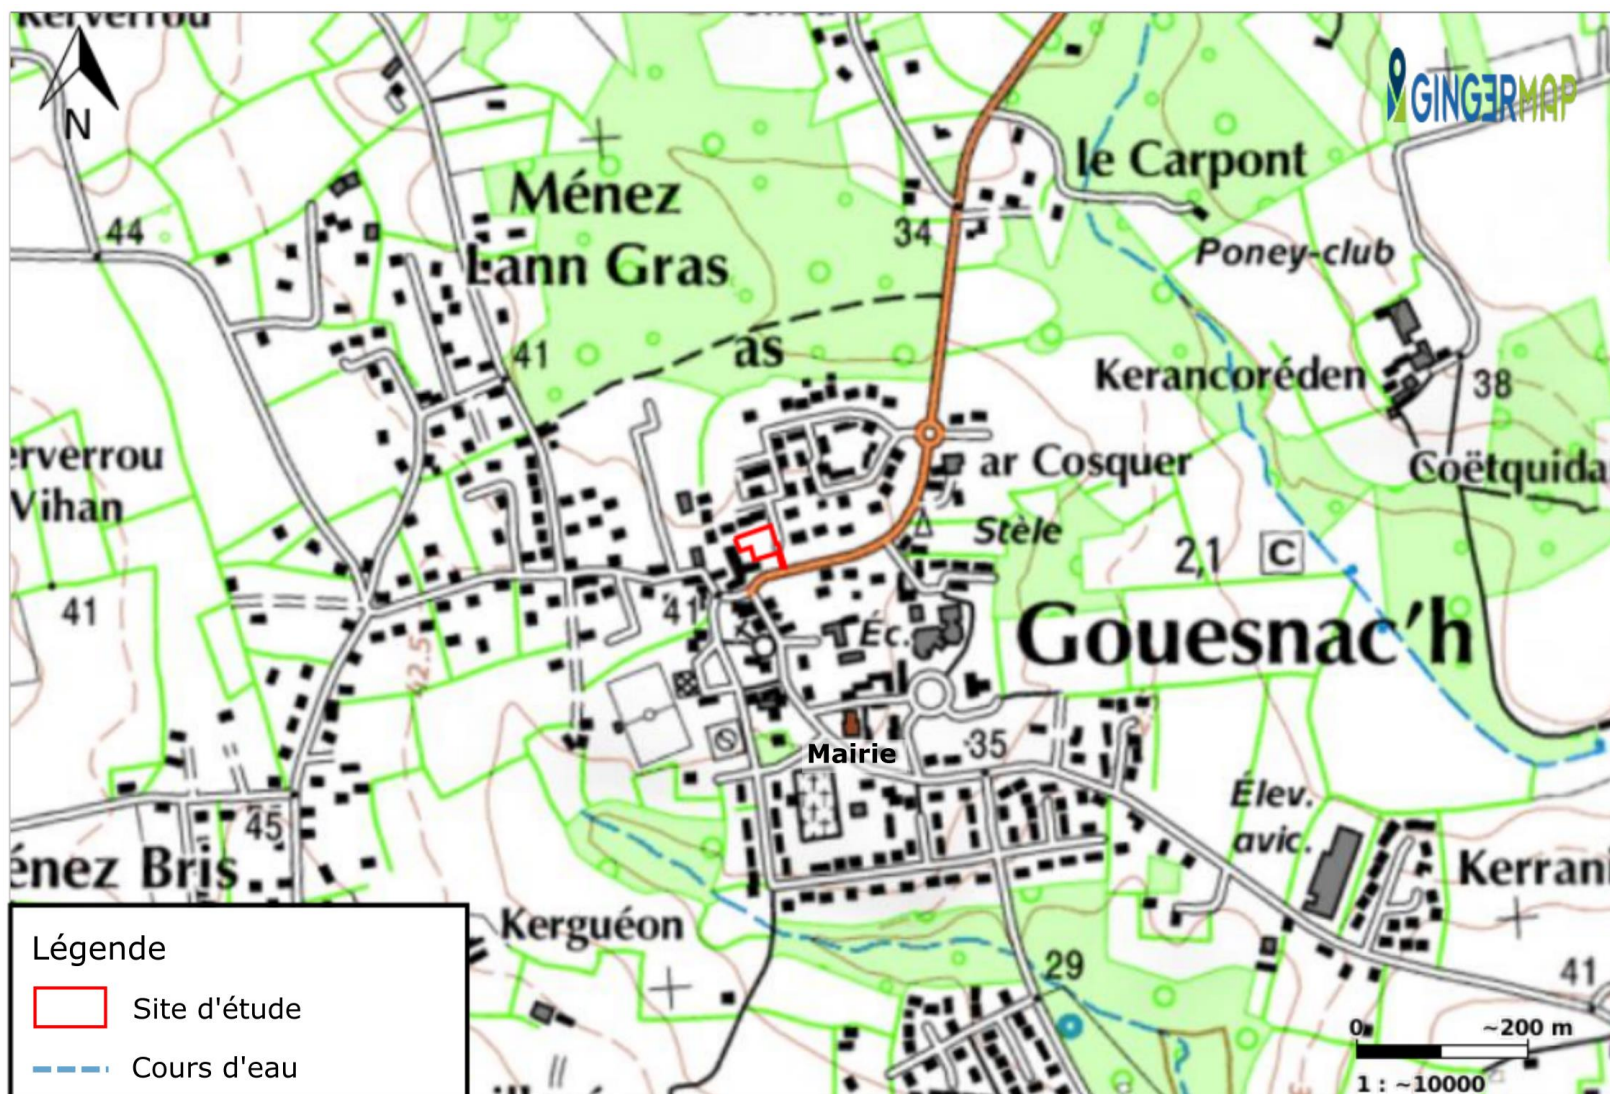

Figure 1 : Localisation sur vue IGN du site d'étude
Dénomination / Localisation du site	Parking sis 10, Place de l'Odét GOUESNAC'H (29) Opération : 20-29060-1 Cf. localisation sur la Figure 1